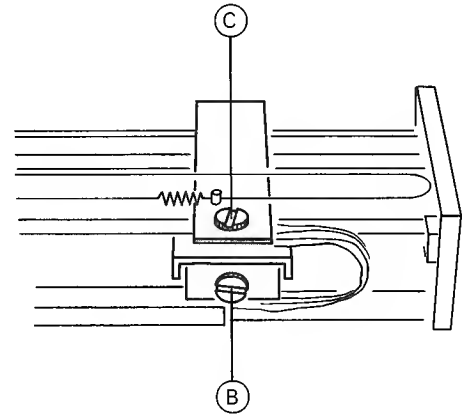

Fig. 4.4
Die Arbeitshöhe lässt sich mit der Schraube (C) justieren (Fig. 4.4). Die Nadelspitze darf den inneren Wulst der Gummiauflage knapp berühren. Über einen Audio-Kanal kann die Absenktiefe akustisch kontrolliert werden.
The free vertical movement of the tonearm can be adjusted with screw (C) (fig. 4.4). In the lowest position the stylus tip should barely touch the innermost ridge of the turntable mat. This can be checked acoustically through a live audio channel.
La hauteur se règle au moyen de la vis (C) (fig. 4.4). La pointe de lecture doit seulement effleurer le bord intérieur du disque en caoutchouc. On contrôle acoustiquement la descente à l'aide d'un canal audio.
Das Einstellen der Auflagekraft erfolgt durch Verstellen der Schlitzschraube (B) (Fig. 4.4). Bei schweren Tonabnehmern $> 6\text{ p}$ (60 mN) muss das Gegengewicht aus Blei montiert werden. Mit einem Waagestreifen ist eine Auflagekraft von 12,5 mN (1,25 p) einzustellen.
Tracking force may be adjusted by means of screw (B) (fig. 4.4). Use a suitable cartridge balance (for example as supplied with the installation kit 05790) to adjust for a tracking force of 12.5 mN (1.25 grams). For cartridges with a weight (mass) higher than 6 grams, the lead counterweight must be installed.
La force d'appui se règle au moyen de la vis à tête fendue (B) (fig. 4.4); pour les phonocapteurs de poids plus élevé, la plaquette de plomb doit être en place. Au moyen d'une balance, réglez la force d'appui à 12,5 mN (1,25 p).